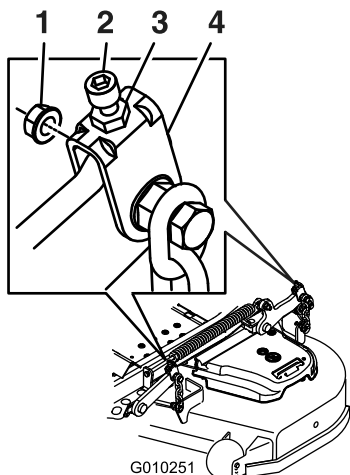

Figure 87
10. Le cas échéant, desserrez le contre-écrou à embase sur le côté de la chape et l'écrou de blocage sur le dessus. Ajustez précisément la vis de réglage en la tournant jusqu'à obtention d'une hauteur de 7,6 cm (3 po) (Figure 87).
16. Ajustez précisément la vis de réglage en la tournant jusqu'à obtention d'une hauteur de 8,3 mm (3-1/4 po) (Figure 87).